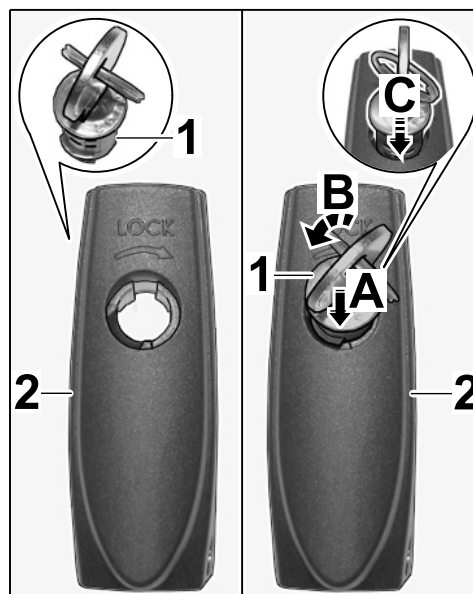

Figure 6
- 1.3 Reposer le barillet dans le levier de serrage (⇒ *Figure 6*), a lieu de manière similaire au point 1.2.